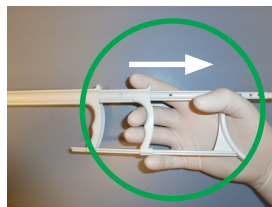

Rysunek 4 – Luz w systemie stentu
- d) Zlikwidować luz odcinka systemu stentu pozostającego poza ciałem pacjenta (patrz zaznaczony obszar – Rysunek 4).